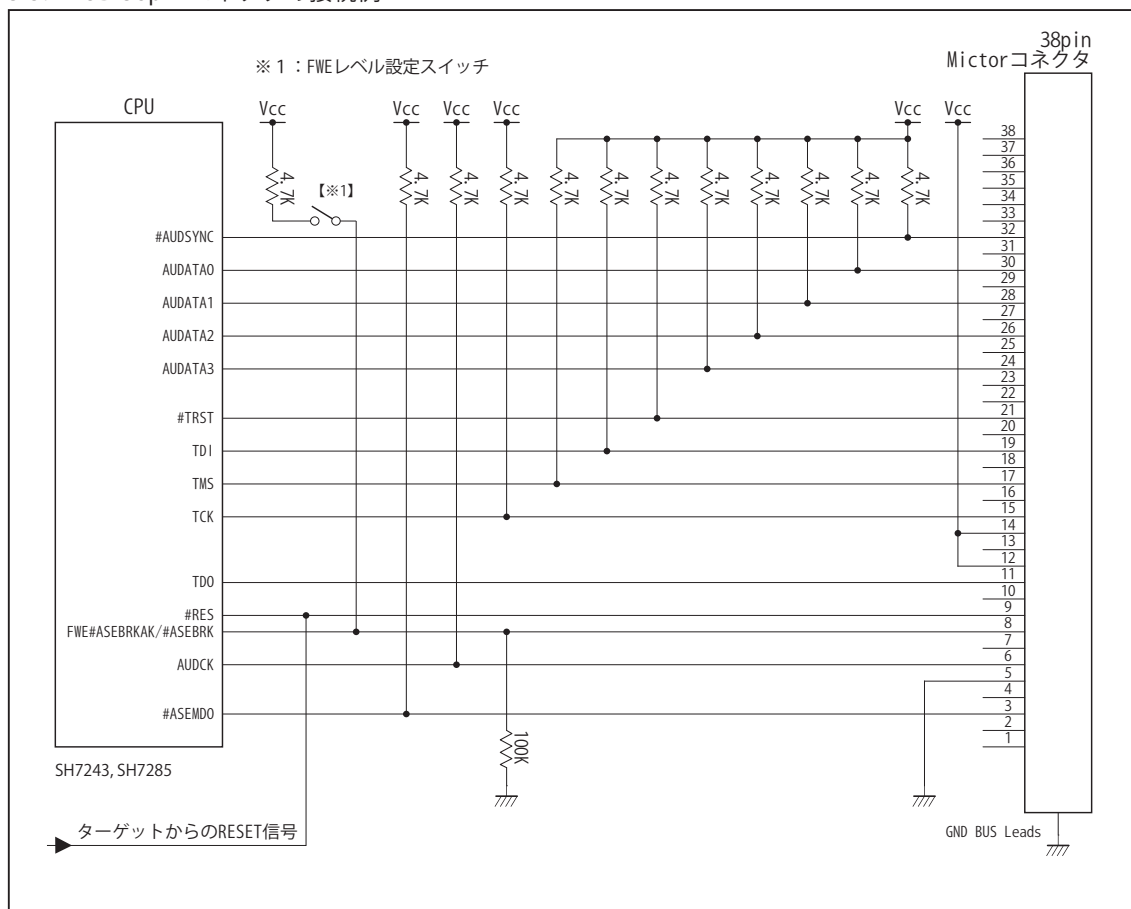

図8. AUD 38pin コネクタ接続図 (SH7243, SH7285)
- ・図8に記載されている抵抗値は参考値です。
- ・FWE 端子 (入力端子) は #ASEBRKAK/#ASEBRK 端子 (入出力端子) とマルチプレクサされています。そのため FWE 端子のレベル設定は Vcc や GND に直結せず、図8のようにプルアップ/プルダウン抵抗で行って下さい。